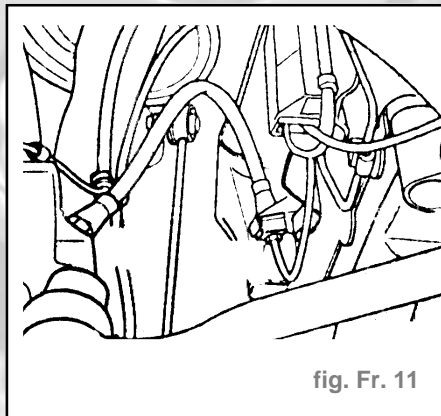

fig. Fr. 11
- Débrancher le flexible de frein de la conduite (fig. Fr. 11).